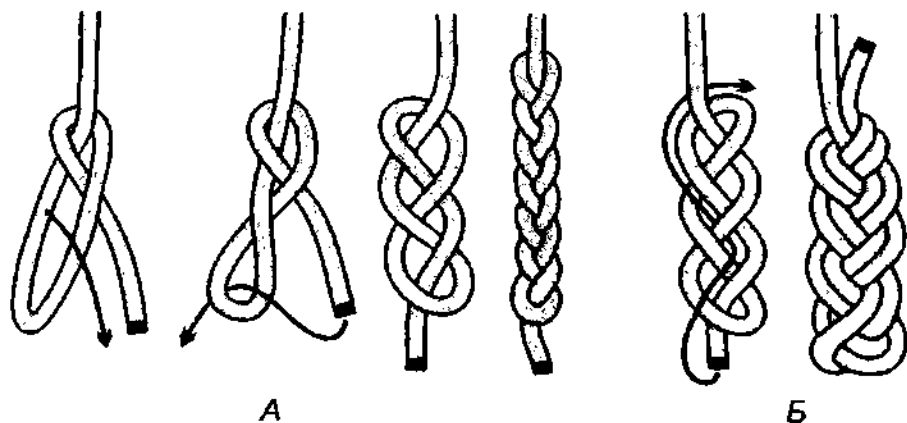

Рис. 103. А – плетение **косички**, Б – **двойная косичка**.
**Косичка** (или **коса**) – декоративный узел, который с успехом может применяться как стопор или как узел для укорачивания (недлинной) верёвки (рис. 103 А). **Косичка** может служить хорошим утолщением для ручки ведра, сенок или конца собачьего поводка. **Косичка**, как бы она не затянулась, всегда легко «распускается» после использования. Косичка, заплетённая непосредственно на самой опоре, называется **турецким узлом** (стр. 760).
Длина **косички** может быть разная. Если перед завязыванием узла предварительно оставить петлю подлиннее, то каждый раз, образуя из неё калышку и пропуская внутрь калышки ходовой конец, можно сплести довольно длинную **косу** (рис. 103 А). Если сделать дойную пробивку, получится **двойная косичка** (рис. 103 Б). **Двойная косичка** очень похожа на девичью косу.